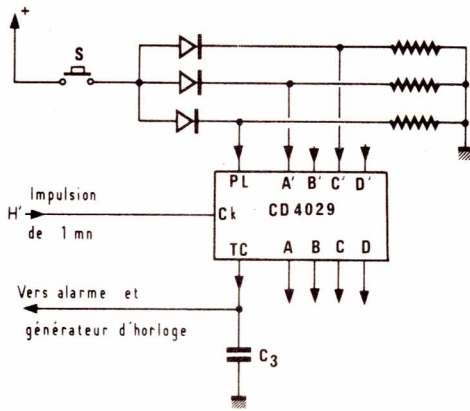

Figure 3
2) LE COMPTEUR PROGRAMMABLE (figure 3)
qui n'est pas bon. Aussi, il faut bloquer le décomptage et ceci est possible en bloquant l'arrivée de l'horloge, soit : en appliquant un « 0 » logique sur la porte qui inverse H l'information TC. donne un zéro lorsque les sorties sont à zéro et un 1 en décomptage. Il suffit donc d'aiguiller cette sortie TC sur la porte d'horloge et bloquer celle-ci au passage à « 0 » de TC. La programmation du décompteur est faite à l'aide d'un système à diode. On peut modifier la valeur des sorties A, B, C, D au gré de l'opérateur qui forme une combinaison sur les entrées A', B', C', D' la recopie de cette combinaison a lieu lors d'un passage à « 1 » de l'entrée Preset Enable (PE). On voit sur le schéma général et la **figure 3** que cette programmation se fait par bouton poussoir de mise à « 1 » avec retour à la masse par des résistances, ceci permettant de décharger les entrées après l'action de programmation. Il y a un phéno-